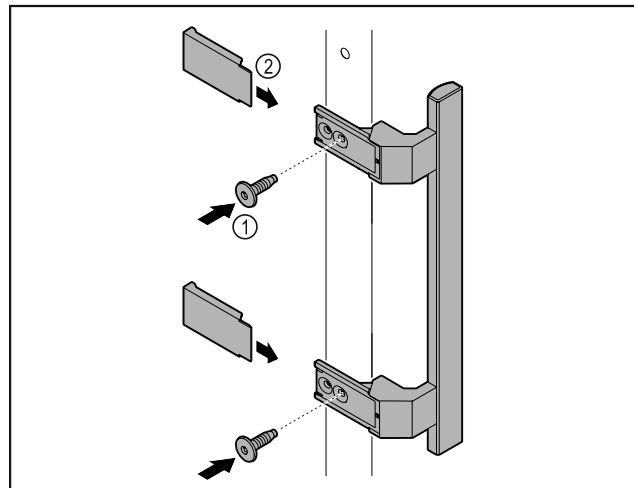

Fig. 47
- Fixer la poignée à la porte à l'aide des vis Fig. 47 (1) fournies.
- Poser les caches Fig. 47 (2).